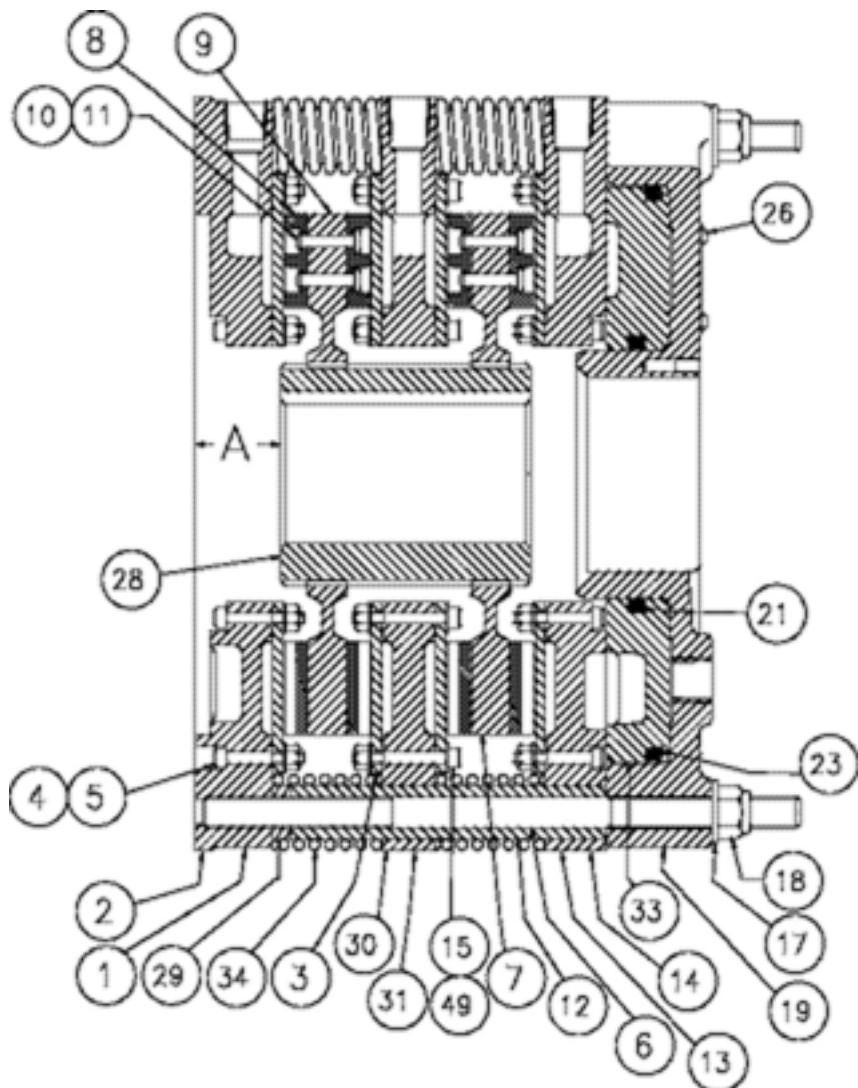

Рис. 1.
См. рис. 1: передача (28) смонтирована на останавливающем валу, а натяжной узел крепится к корпусу машины или к реактивному кронштейну.
- 2.2.4 Передачу подвергают равномерному нагреву до температуры 250°F (121°C), чтобы расширить отверстие и упростить процесс сборки. Передачу надевают на вал, следя за тем, чтобы выдержать размер между передачей и монтажной поверхностью натяжного устройства («A»). См. **рис. 1** и таблицу 3. Передачу оставляют, чтобы остывала.